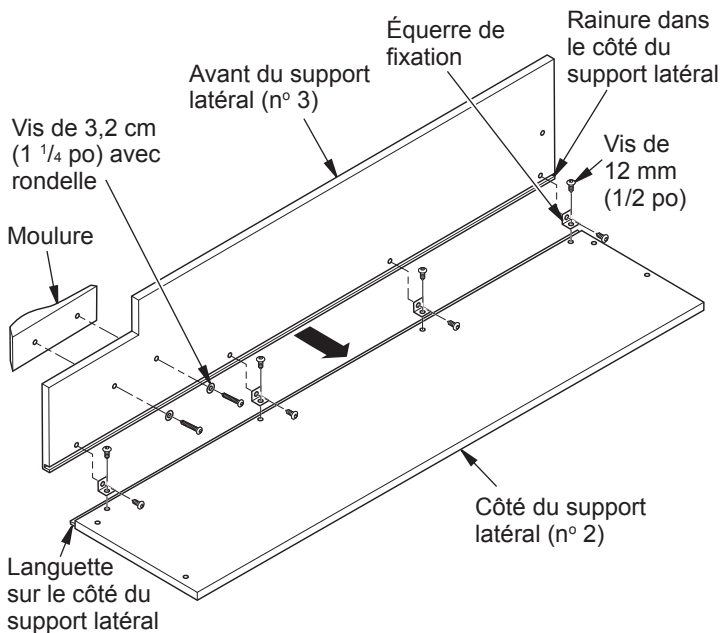

Figure 1 - Assemblages des support latéraux (côté droit illustré)
2. À partir des côtés arrière des devant des supports latéraux, fixez les moulures à l'aide de deux vis de 3,2 cm (1 1/4 po) et des rondelles. Voir figure 1.
1. Placez le panneau du côté droit (n° 2) face en dessous sur une surface coussinée pour éviter toute égratignure du fini. Montez quatre équerres de fixation avec les vis de 12 mm (1/2 po) sur le panneau du côté droit (n° 2) en laissant les vis un peu desserrées. Les équerres de fixation doivent faire face au côté de la languette (voir figure 1). Placez le support latéral du côté droit sur le côté droit (n° 2) en faisant correspondre la rainure du support
latéral à la languette sur le côté, comme illustré à la figure 1. Alignez les trous filetés avec les équerres sur le côté. Insérez quatre vis de 12 mm (1/2 po) dans les équerres de fixation. Alignez la base de l'assemblage des côtés et du support latéral pour qu'ils s'affleurent. Maintenez ces pièces fermement pendant que vous serrez (mais ne serrez pas à fond) les vis.